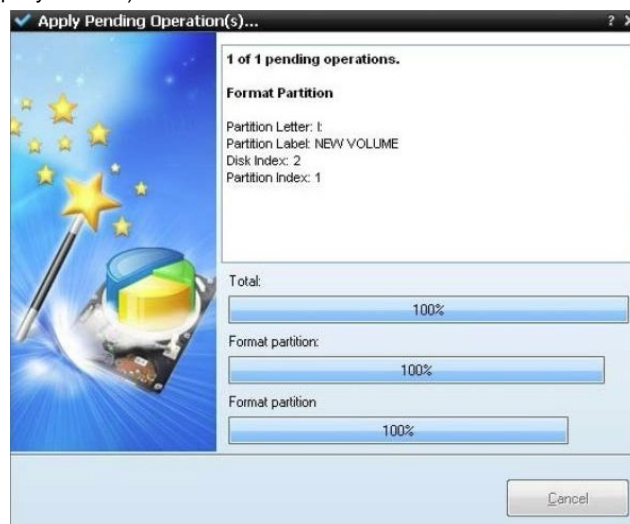

Рисунок 4.10. Подтверждение новых настроек и запуск форматирования
- 7) Открывается окно с индикаторами процесса форматирования (рисунок 4.10).